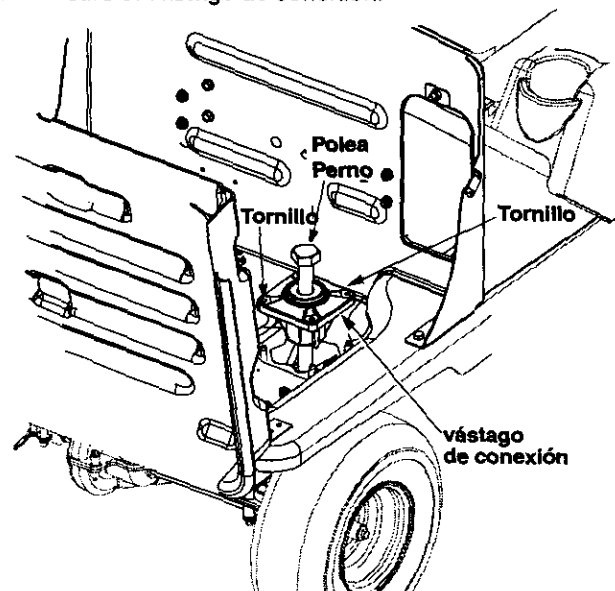

Figura 26
4. Afloje el perno de la polea del vástago de conexión usando un par de llaves. Vea Figura 26.
6. Retire los cuatro tornillos (sólo dos se ilustran en Figura 26) que sujetan el vástago de conexión al bastidor del vehículo.